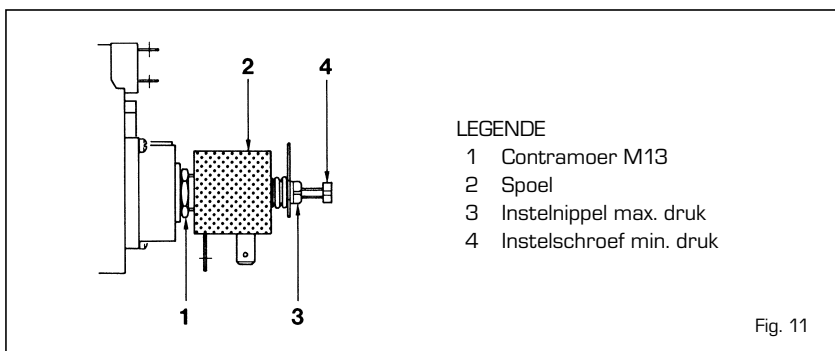

Fig. 11
Om de nominale druk in te stellen moet u als volgt te werk gaan (fig. 11):
Om de lagere druk in te stellen moet u als volgt te werk gaan (fig. 11):
- Controleer de instelling van de instelschroef van de lagere druk van het spoelblok (4 fig. 11).